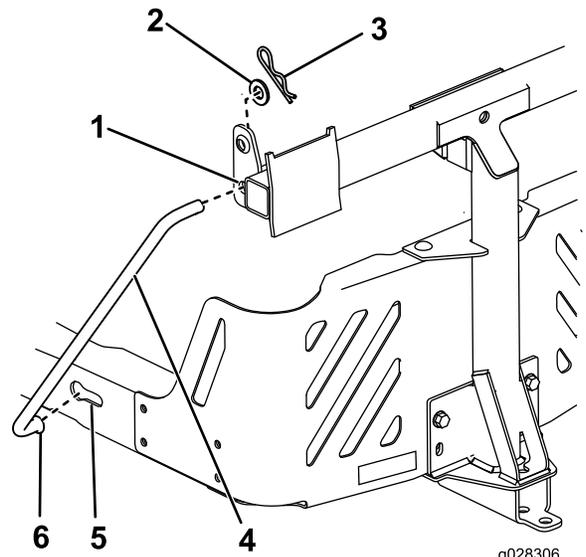

Figura 14
5. Instale el extremo doblado y abocinado de una varilla en la ranura en forme de bocallave del lado izquierdo del bastidor de la máquina, y mueva la varilla hacia atrás para encajarla en el bastidor (Figura 14).
6. Introduzca los extremos doblados de las varillas en la placa de enganche, según se indica en Figura 14, y sujete el extremo de cada varilla con una arandela y una chaveta.